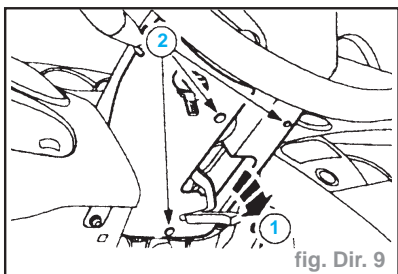

fig. Dir. 9
- dégager le levier de blocage de colonne de direction (1) (fig. Dir. 9),
- déposer les vis (2).